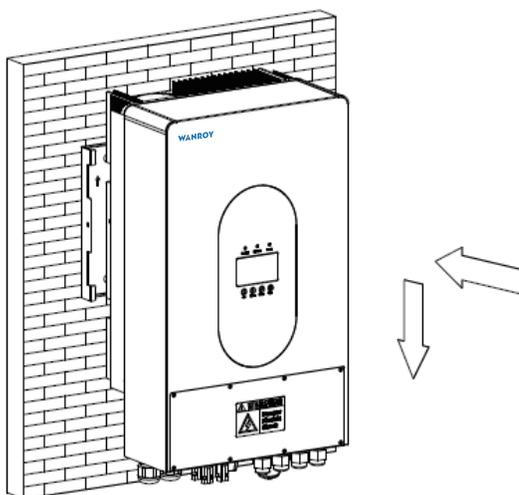

Figura 10
- Solleva l'inverter un po' più in alto del supporto tenendo conto del suo peso per assicurarti che rimanga in equilibrio. Quindi, appendi l'inverter alla staffa utilizzando il gancio fornito sulla staffa, come mostrato nella Figura 10.